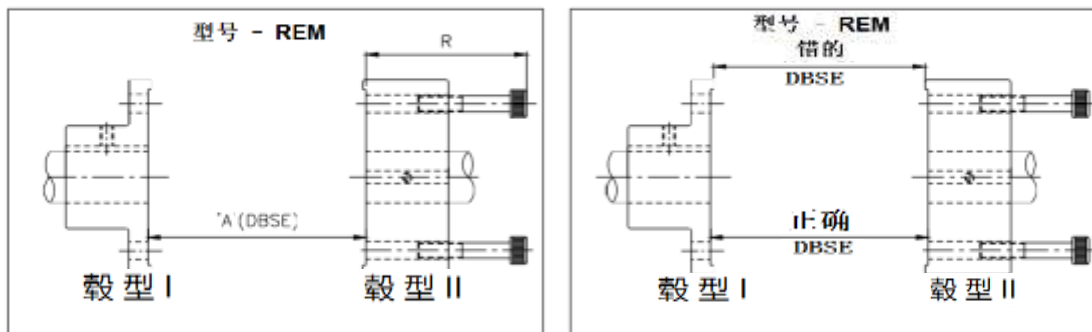
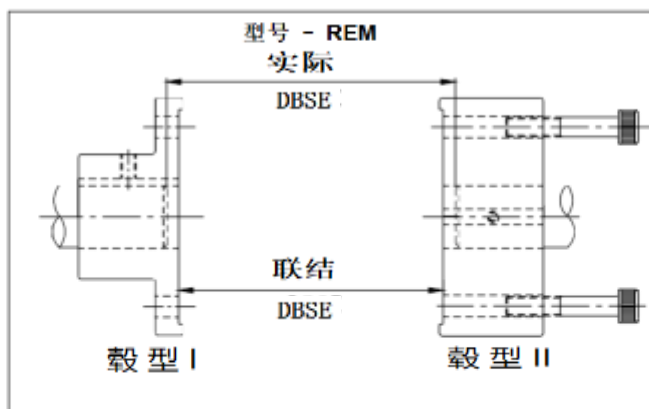

图3
图4
2. 借助键和紧定螺钉将轮毂安装在相应的轴上。对于II型花鼓，要脱开垫片组件，需要有最小螺栓间隙“R”。因此，在安装轮毂之前，请确认距离“R”，如图3所示。R的值在相应的目录中给出。
用一台机器牢固地拧紧，将参考长度“**A**”设置为等于轴端之间的距离（DBSE），如图所示。联轴器的DBSE是在轮毂台阶的内表面之间测量的，如图3所示。标准DBSE中的偏差定义为轴向未对准（末端浮动）。对于正常应用，轴端应与轮毂的内表面齐平。在某些特殊情况下，如果需要，轴端可以留在内部（请参阅图4）。轮毂法兰的两个面之间的距离应保持规定。此距离的变化不应超过表1中给出的允许的初始轴向未对准。